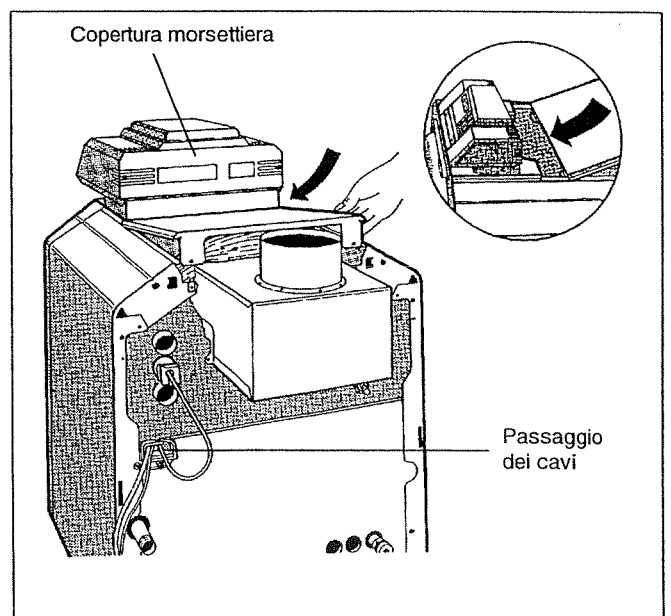

Fig. 18: Chiudere la caldaia e l'apparecchio di regolazione
- Spingere il coperchio caldaia posteriore con le linguette sotto il coperchio caldaia anteriore e nella parte posteriore premere verso il basso (Fig. 18).